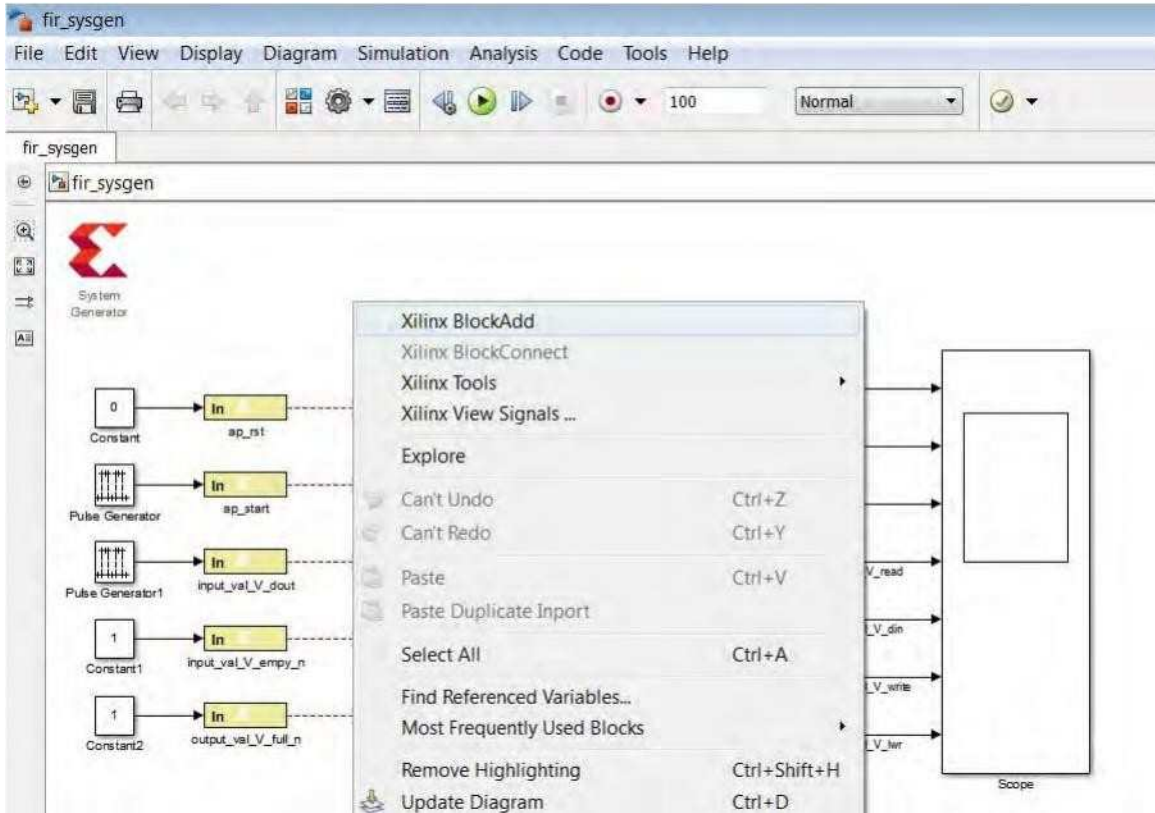

图 11-5: 添加新块
4.右键单击画布并选择 **Xilinx BlockAdd**，如图 11-5 所示。